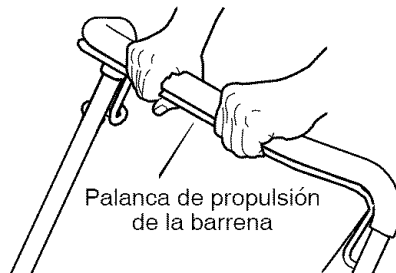

Figura 8
1. Sujete la **palanca de propulsión de la barrena** contra el **mango** (vea la Figura 8). La barrena comenzará a girar.